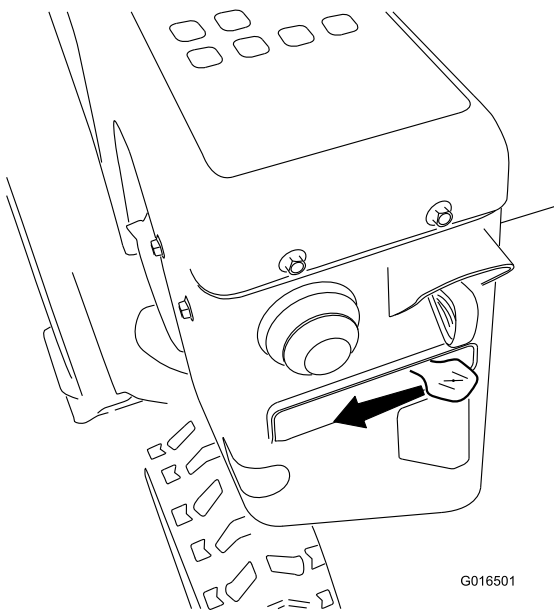

Figura 27
5. Portate lo starter in posizione CHOKE (starter) (Figura 27).